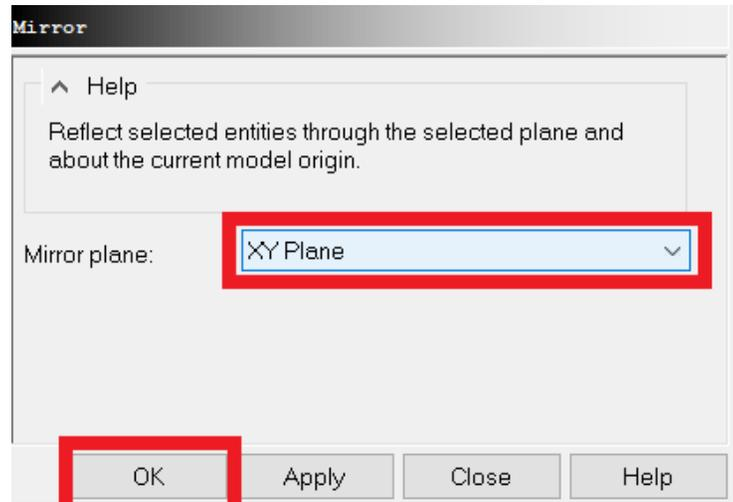

Figura 6.15 Espejo en plano XY.
- En la ventana de **Mirror**, elegir el plano XY y dar click en **Ok** (Figura 6.15).